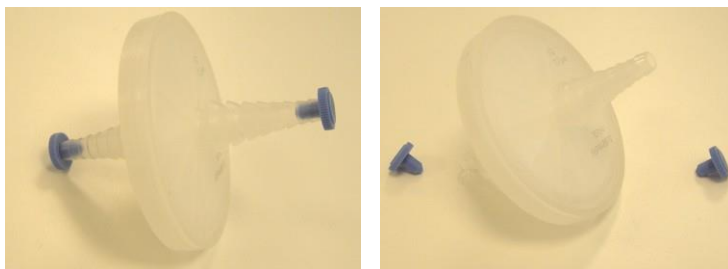

Figure 3-37. Retrait des bouchons de filtre
1. Retirez les bouchons de filtre, comme illustré à la Figure 3-37 .